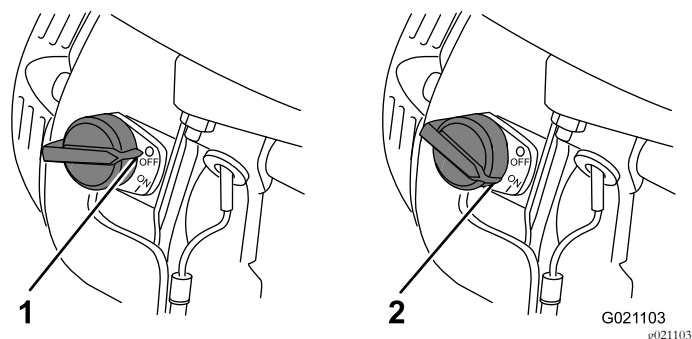

Рисунок 14
Переключатель «Вкл./Выкл.» (On/Off) (Рисунок 14) позволяет оператору запускать и останавливать двигатель машины. Этот переключатель находится на передней части двигателя. Для запуска двигателя поверните переключатель «Вкл./Выкл.» (On/Off) в положение «Вкл.» (ON). Для остановки двигателя поверните переключатель «Вкл./Выкл.» (On/Off) в положение «Выкл.» (OFF)